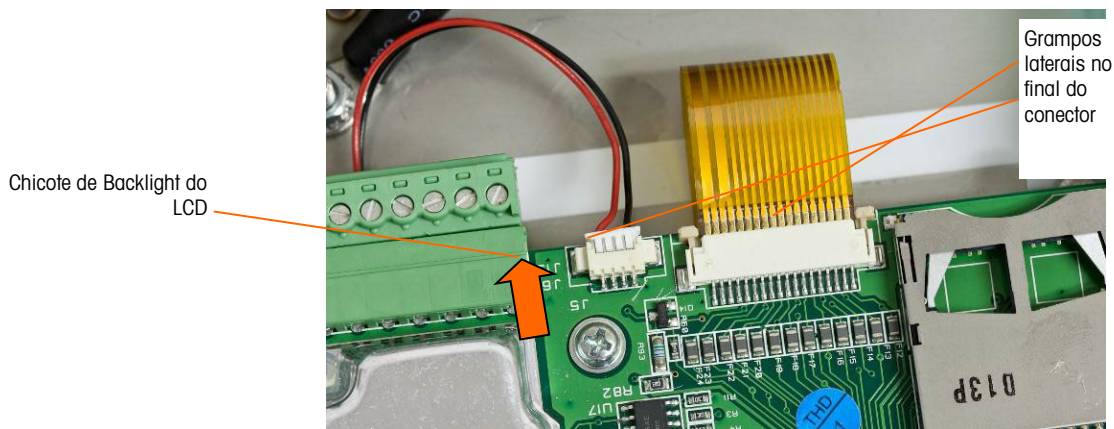

Figura 5-13: Remoção de chicote do display
2. Para remover o chicote da placa do display, deslize gentilmente as duas extremidades plásticas do conector na placa principal para fora do centro da placa (liberando a tensão do chicote) e retire o chicote do conector. Isso é mostrado na Figura 5-13.
3. Remova o chicote de backlight do LCD (também mostrado na Figura 5-13) puxando gentilmente da placa pelas extremidades esquerda e direita do conector. Não puxe os fios, podem ocorrer danos no chicote.